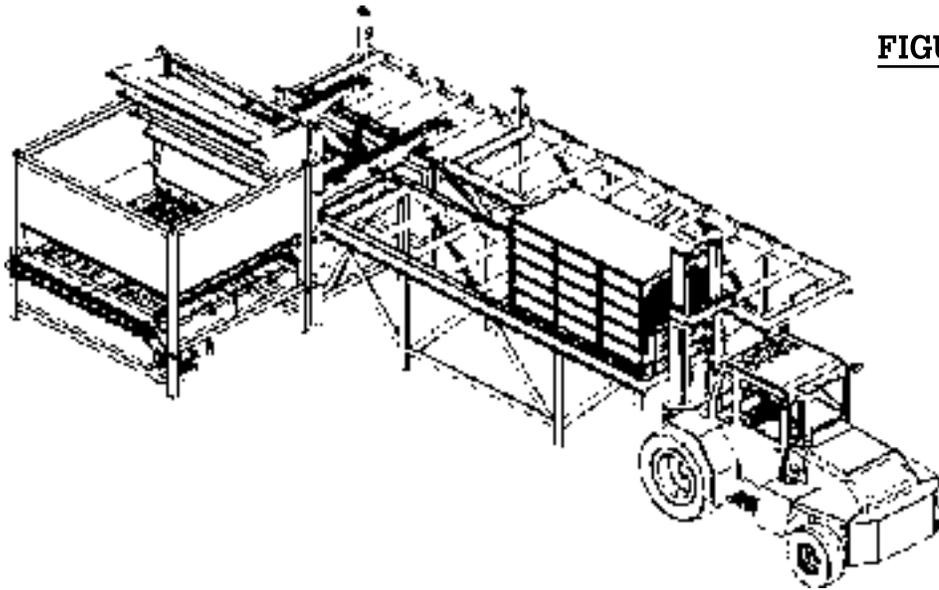

FIGURA 7
7. Tenga en cuenta que el sistema de descarga estándar, como el que se muestra, puede contener hasta seis (6) jaulas de pollos a la vez. Tres (3) jaulas de pollos en el lado de entrada y tres (3) jaulas de pollos en el lado de salida. Después que el dispositivo de seguridad se ha reiniciado y el brazo de seguridad está levantado, el operador de montacargas puede poner una jaula de pollos llena al final del transportador de entrada. (Ver la figura 7)